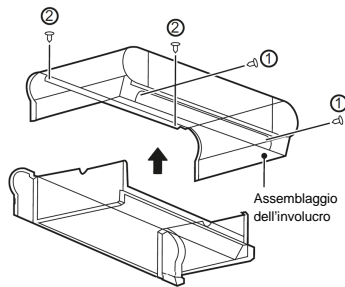

Figura 4-6 Rimozione dell'involucro
- c) Come mostrato nella Figura 4-6, rimuovere le viti ①\*2 e ②\*2 e quindi l'involucro.